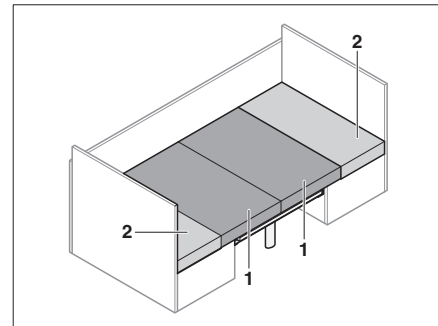

Bild 63 Efter ombyggnaden
- Drag sittdynorna (Bild 63,1) till mitten.
- Skjut in ryggdynorna (Bild 63,2) mellan sittdynorna och väggen.